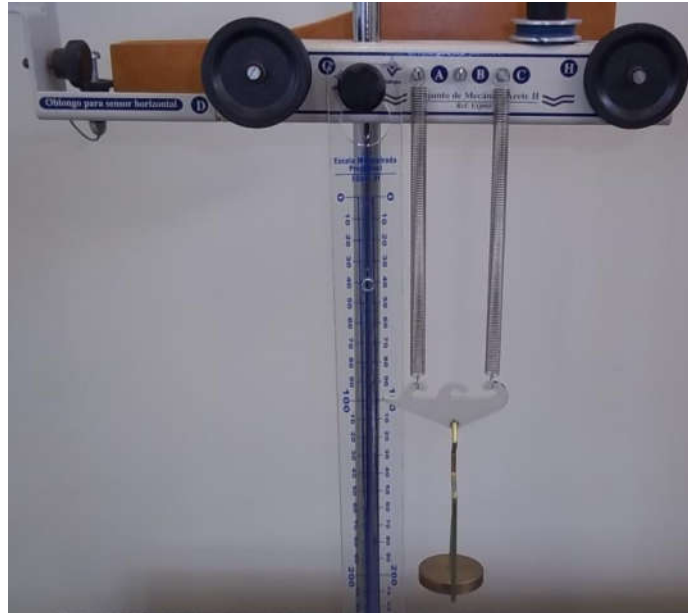

Figura 2 – Montagem experimental para a associação em paralelo de molas helicoidais.
1. Realize a montagem experimental conforme a Figura 2: